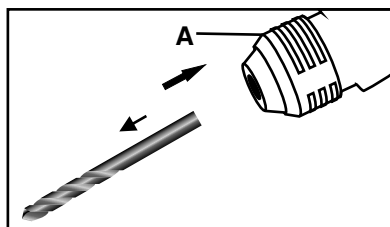

Рис. 4
- сдвиньте по стрелке и удерживайте обойму патрона **A** (рис. 4);